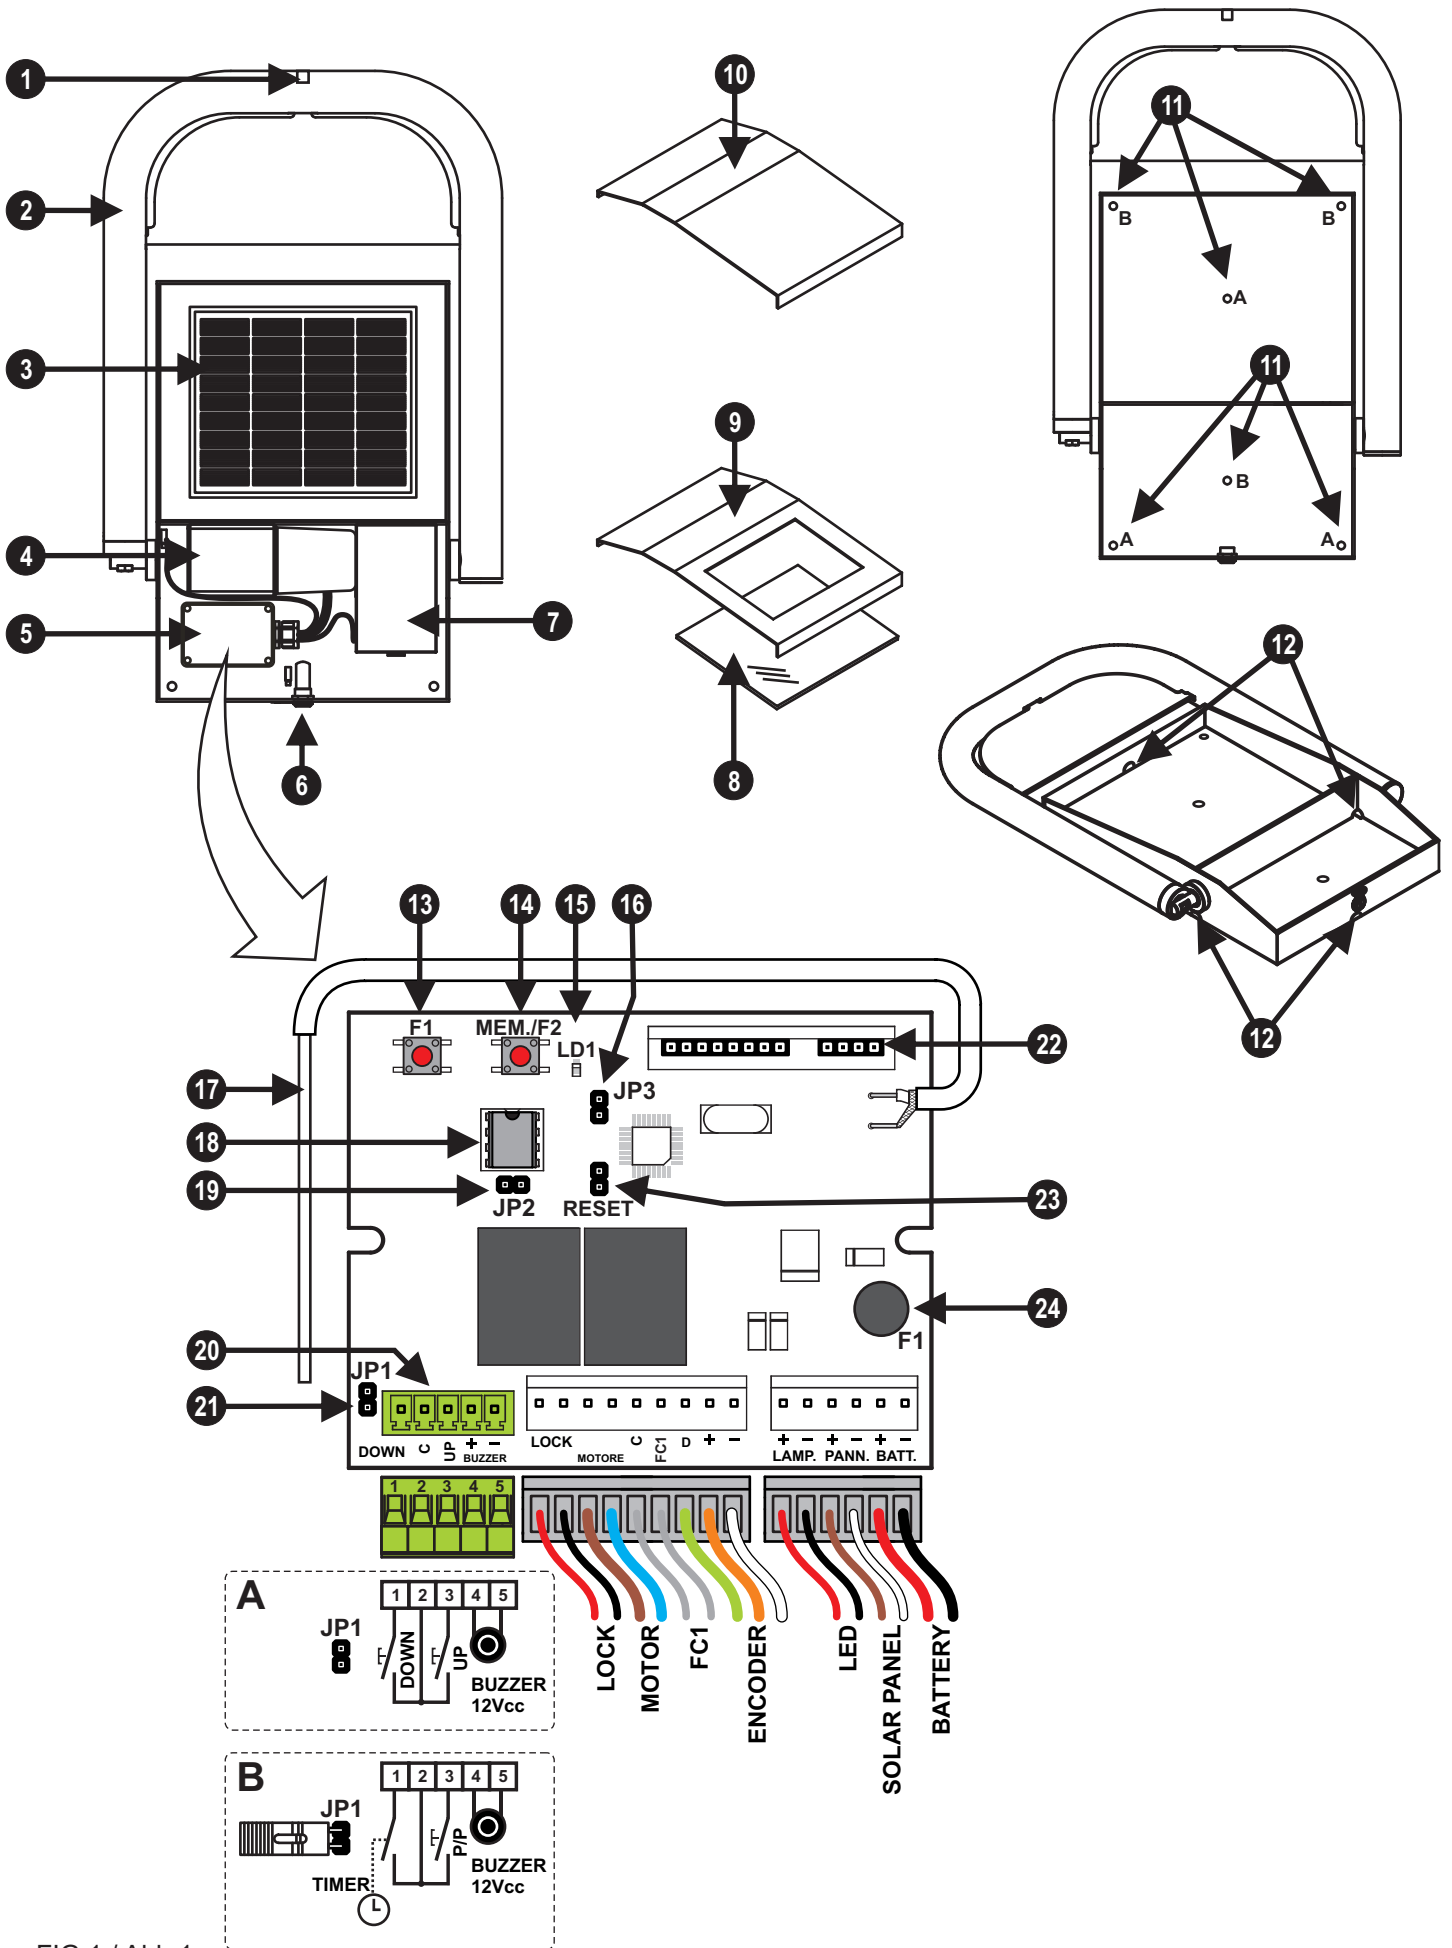

FIG.1 / Abb.1
Descrizione delle parti (fig.1)
- Non sigillare in alcun modo la struttura del PARK perché è progettata in modo che l'acqua possa defluire in caso di pioggia intensa (Fig.1, part.12).
Premere brevemente il pulsante "MEM/F2" sulla centrale il Led LD1(part. 15 Fig.1) inizierà a fare una serie di lampeggi.